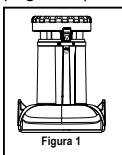

Figura 1
2. Coloque la canasta encima de la base del motor (Figura 1).
5. Coloque de nuevo el empujador de alimentos en el tubo de alimentación asegurándose de que la pestaña “▼” en el empujador de alimentos se alinea con la parte superior del mecanismo de auto-limpieza “◎” (Figura 1).
1. Apague su extractor de jugos colocándolo en la posición “O” y desenchúfelo del tomacorriente (Figura 1).
- Coloque la canasta del filtro encima de la base del motor (Figura 1).
1. Apague la unidad colocándola en la posición de "O" y desenchúfela del tomacorriente (Figura 1).
2. Coloque el collar encima de la base del motor asegurándose de que esté bien ajustado en la base del motor (Figura 1).
1. Apague la unidad colocándola en la posición “O” y desenchúfela del tomacorriente (Figura 1).